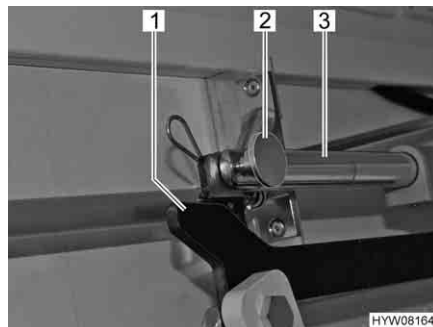

Fig. 66 Azionamento
- Rimuovere il collegamento (p. es. copiglia e bullone) (Fig. 66,2) tra la biella (Fig. 66,3) e la leva (Fig. 66,1).